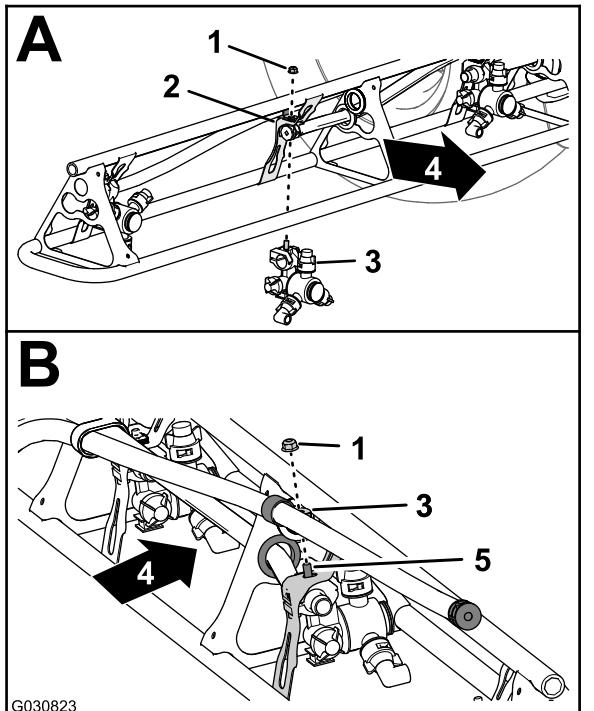

Figura 130
- Nas posições dos bicos 1 e 4, monte o bico do pulverizador na montagem do bico (A de Figura 130) com a porca de bloqueio flangeada (5/16 pol.) que retirou no passo 2 de Retirar os bicos do pulverizador das secções de pulverização exterior \(página 53\).
- Nas posições dos bicos 2 e 3, monte o bico do pulverizador na montagem do bico (B de Figura 130) com a porca de bloqueio